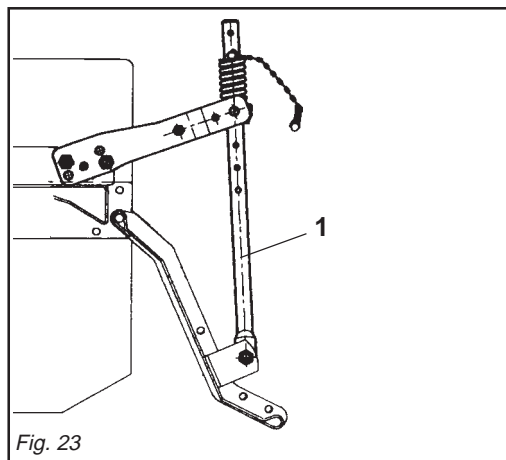

Fig. 23
- 2- Il martinetto a molla (1 Fig. 23) oltre a sostenere la lamiera livellatrice ed ammortizzarla nel trasporto su strada, serve a evitare il ribaltamento della zappatrice durante il parcheggio.
- 2- Besides supporting the levelling plate and acting as a shock absorber for it during road transport, the spring ram (1 Fig. 23) prevents the steering hoe from overturning when parking.
- 2- Die Federwinde (1 Abb. 23) trägt nicht nur das Planierschild und dient beim Straßentransport zur Dämpfung von Stößen, sondern sie soll auch verhindern, daß die Hackfräse während des Parkens umkippt.
- 2- Le vérin à ressort (1 Fig. 23) sert de soutien à la tôle de nivellement et de suspension pendant le transport sur route, pour éviter le basculement du cultivateur lors du stationnement.
- 2- El gato de resorte (1 Fig. 23), además de sostener la chapa de nivelación y protegerla durante el transporte en carretera, sirve para evitar el vuelco de la binadora durante el estacionamiento.